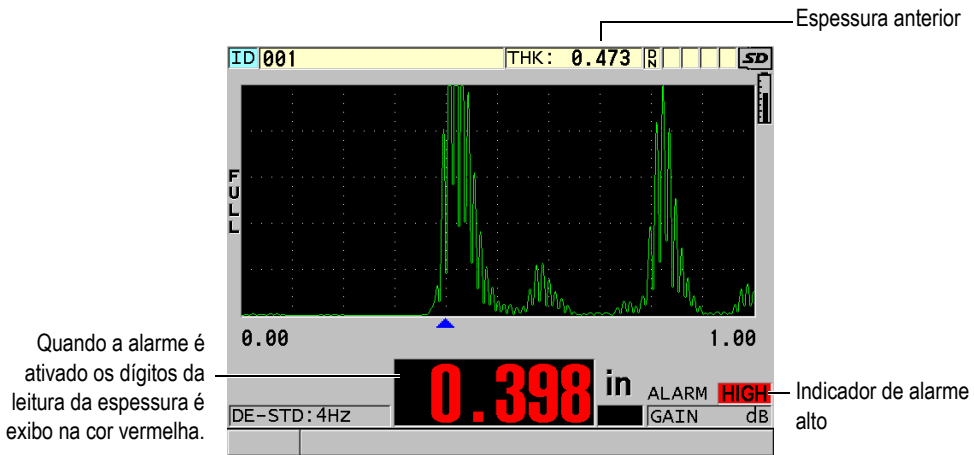

Figura 8-4 Exemplo de indicador de alarme para medição de espessura (alta)
- O indicador de alarme **HIGH** (ALTO) ou **LOW** (BAIXO) pisca com um fundo vermelho no canto inferior direito da tela de medição (consulte Figura 8-4 na página 141).